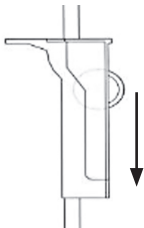

Abb. 2: Schließen der Rollenklemme
- Schließen Sie immer die Rollenklemme, wenn keine Ernährung erfolgt. So stellen Sie sicher, dass kein versehentlicher freier Fluss entsteht (Abb. 2).